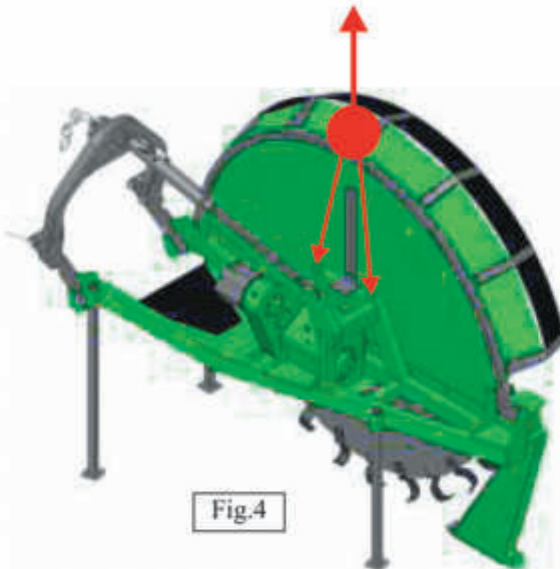

Fig.4
4. Agganciare la macchina nella maniera rappresentata in fig.4 nei punti previsti dal costruttore, evidenziati dal simbolo di fig.5.
4. Hook the machine on the points that have been set up by the manufacturer, as shown in fig. 4, highlighted with the symbol in fig.5.
4. Ankoppeln der Maschine, siehe Abb. 4 an den vom Hersteller vorgesehenen Aufhängepunkten, gekennzeichnet durch das Symbol siehe Abb. 5.